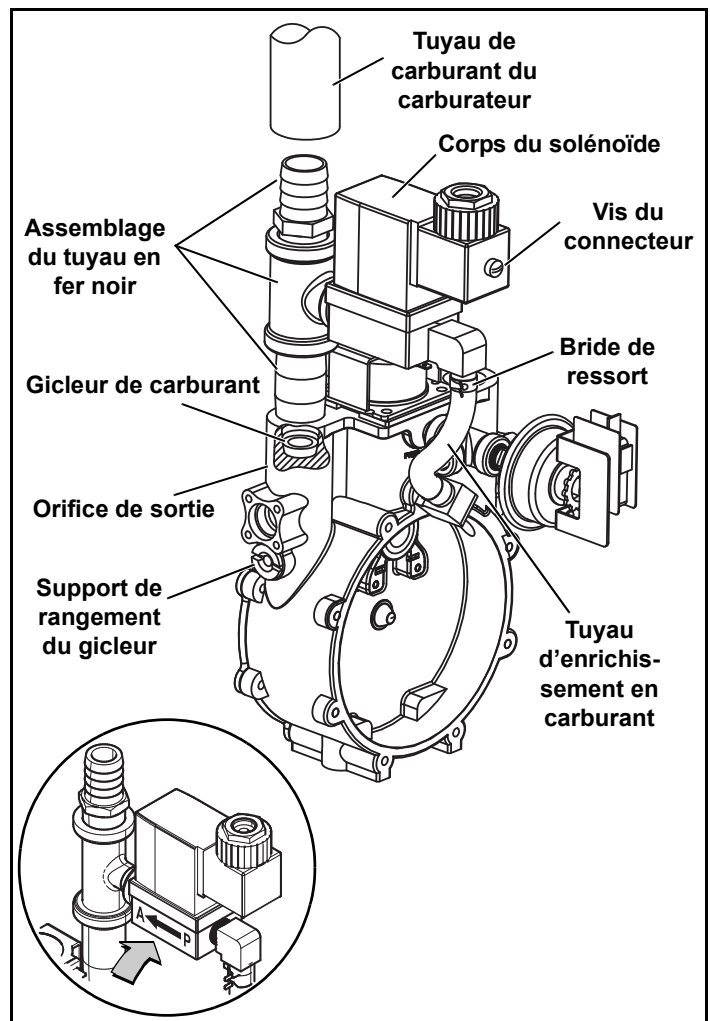

Figure 2-3. Assemblage du régulateur à la demande
3. Retirez le tuyau de carburant du carburateur de l'orifice de sortie. Voir la Figure 2-3.
REMARQUE : Le solénoïde doit être installé de manière à ce que la flèche de débit pointe vers l'assemblage du tuyau en fer noir. Voir le schéma de la Figure 2-3.